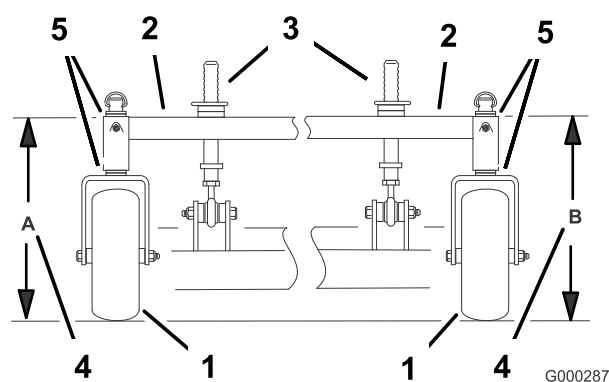

Figure 69
- Mesurez la hauteur du bâti porteur au point A (Figure 69).
- Mesurez la hauteur du bâti porteur au point B (Figure 69).